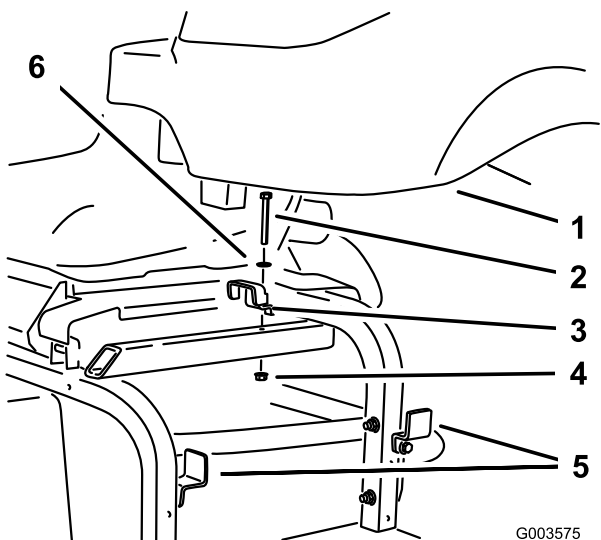

図 23
2. 油圧オイルタンクをフレームに取り付け、これを先ほど取り外したブラケットとゆるめてあったブラケットで固定する 図 23。